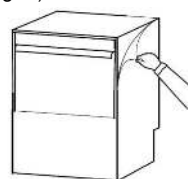

Fig.3
- 3- Retire la película de protección del aparato. (Fig. 3)